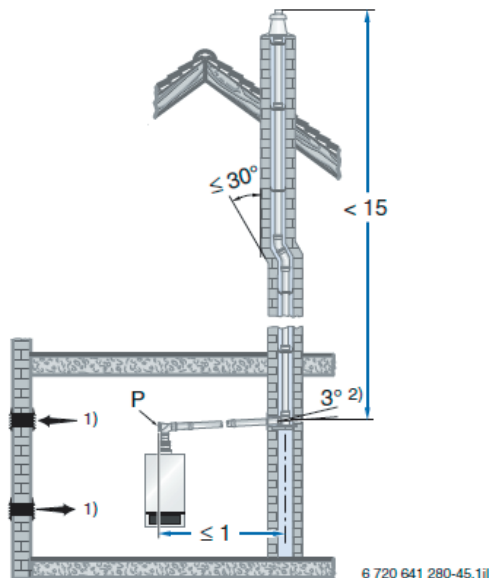
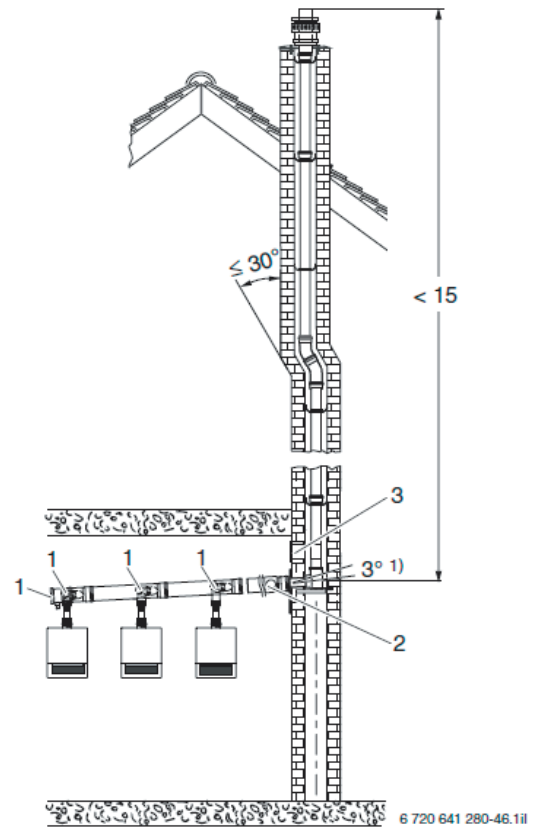

Рис. 125 Приклад розташування ревізійного отвору (P) в приміщенні котельні для горизонтального димовідводу без поворотів (розміри в метрах)
Рис. 127 Приклад розташування ревізійного отвору для каскаду котлів (розміри вказано в метрах)
- на торці прямого горизонтального відрізка димоходу на відстані не більше 1 м від повороту у вертикальний відрізок димоходу, якщо між цими точками немає ніякого коліна (→ Рис. 125, Стор. 190),
- нижній ревізійний отвір для DN 160 та DN 200 розташовується відповідно до Рис. 125 [3];
- нижній ревізійний отвір виконаний відповідно до DIN 18160-1 та 18160-5 ($\rightarrow$ Рис. 125 та Рис. 127).